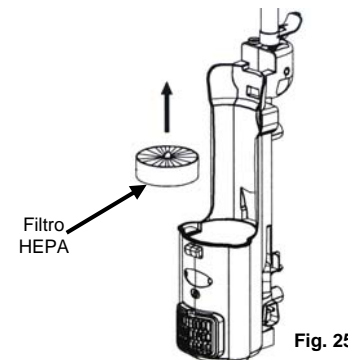

Fig. 25
3. Sostenga el filtro HEPA por la pestaña central y levántelo. (Fig. 25)